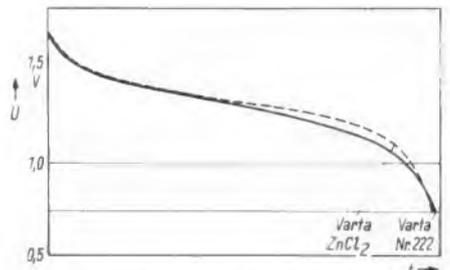

Bild 3. Intermittierende Entladung, täglich sechs Stunden mit 50 mA
**Intermittierende Entladung.** Bei intermittierender Entladung, wie sie normalerweise üblich ist, zeigt die bisherige Hochleistungszelle praktisch die gleiche Kapazität wie die neue Zinkchloridzelle. Bild 3 zeigt dies an einem Beispiel, das etwa dem Betrieb eines Transistorempfängers entspricht, Bild 4 gibt den Spannungsverlauf bei täglich zweistündiger Belastung mit einem Batterietonbandgerät an.